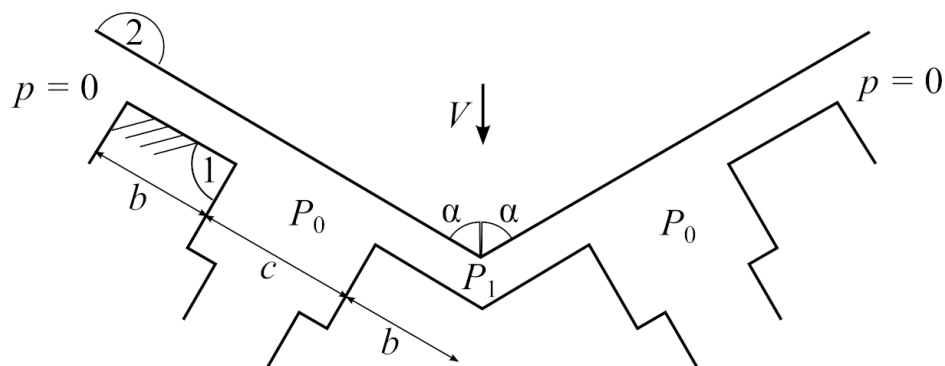

Figure 4. Schéma de l'amortisseur / sketch of the damper
On s'intéresse ici à une butée hydrostatique servant aussi à amortir de petits mouvements, figure 4. On considère un problème infiniment long dans la direction perpendiculaire au plan de la figure, les pièces 1 et 2 sont rigides, la pièce 2 peut être animée d'un mouvement de translation verticale, le jeu entre les pièces est faible (sur les parties de largeur b) et rempli d'un film de lubrifiant qu'on considèrera isovisqueux (de viscosité dynamique η) et incompressible (de masse volumique ρ).
Sur la figure 4, la pression P_1 au centre du dispositif est a priori inconnue. Quelle condition sur Q doit être vérifiée, pour la déterminer ? Avec l'expression (2) donnée précédemment, en déduire l'expression de P_1 , en fonction, entre autres de P_0 .
Dans le cas où P_0 est négligeable, on peut montrer que la force verticale totale par unité de largeur sur le système de la figure 4 est
We consider a hydrostatic thrust bearing that can also be used as a damper for small movements, figure 4. The problem is assumed infinitely long in the direction perpendicular to the plane of the figure, parts 1 and 2 are rigid, part 2 may have a translation movement, the gap between the parts is small (over areas of length b) et filled with a lubricant film assumed to be isoviscous (dynamic viscosity η) and incompressible (specific density ρ).
On figure 4, the pressure P_1 at the center of the device is a priori unknown. Which condition on Q has to be satisfied, for determining pressure P_1 ? With the previously given expression (2), deduce the expression of P_1 , as a function, amongst others, of P_0 .
In the case where P_0 is négligeable, one can show that the total vertical force per unit width on the system of figure 4 is